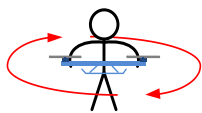

图 1
3. （图 1）飞行器水平，重力方向为轴旋转（约 360°），直至绿灯常亮；